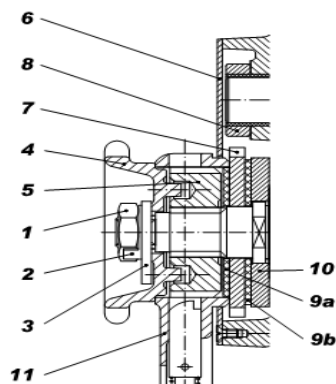

Рис. 8 Монтаж тормоза.
Ослабьте шайбы (2) и снимите гайку (1). Снимите шайбу (2) и упор (3), ручное колесо (4), колесо (5) и ручной рычаг (11). Снимите кожух (6) и тормозной вкладыш (9a), рогатку (7), и тормозной вкладыш (9b) и шайбу (10). Смонтируйте. (рис. 8)
снимите гайку (1), снимите и поверните упор (3), чтобы между зубом (2A или 2B) был угол 50 градусов. В случае невозможности достичь требуемого, рис. 8. Регулировка тормоза снимите ручное колесо (4), затем поверните таким образом, чтобы между упором (3) и некоторым из зубов (2A или 2B) был требуемый угол. Проведите испытание тормоза.
3. Проверьте тормозные колодки, собачку и рогатку, (детали 9а, 9в, 7 и 10 на рис. 8), очистите.